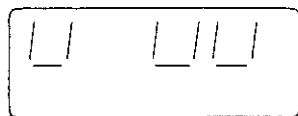

図1
(b)の状態のままモード切換スイッチの赤いボタンを押したとき、図1の表示窓の右側に $1 \text{ M}\Omega$ が表示していることを確認します。
3. オーバーレンジについて (図1参照)